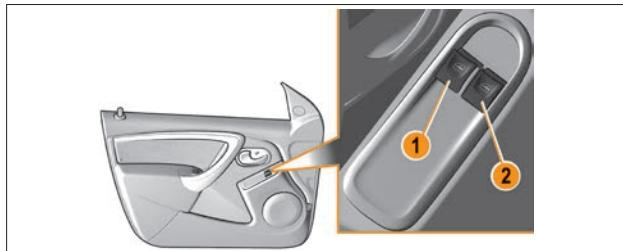

Рис. 4.1.2. Блок управления
**Клавиши управления электростеклоподъемниками с места водителя на блоке А (рис. 4.1.2):**